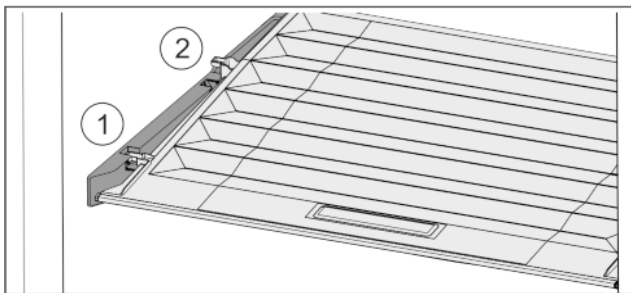

Fig. 35
- ▶ Deckel bis zur Öffnung in den Halteteilen nach vorne ziehen Fig. 35 (1).
- ▶ Hinten von unten anheben und nach oben wegnehmen Fig. 35 (2).